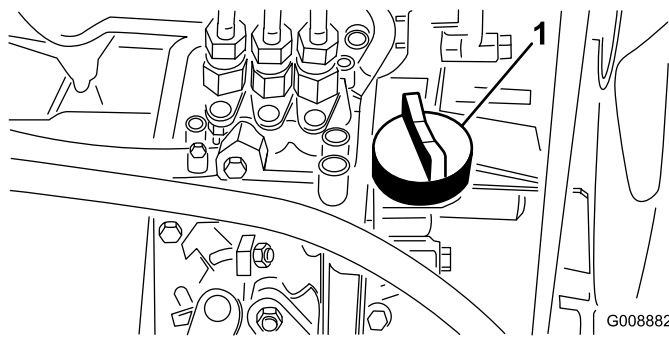

Figura 18
4. Se o nível do óleo for baixo, retire a tampa de enchimento (Figura 18) e adicione gradualmente pequenas quantidades de óleo, verificando constantemente o nível, até que este alcance a marca FULL na vareta.